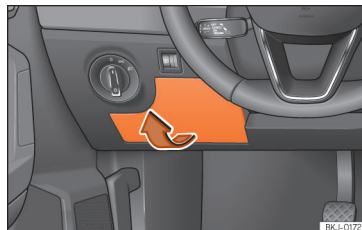

Abb. 51 Auf der Fahrerseite in der Instrumententafel: Abdeckung des Sicherungskasten.
- Öffnen: Die Abdeckung des Sicherungskastens in Pfeilrichtung abnehmen »» **Abb. 51.**